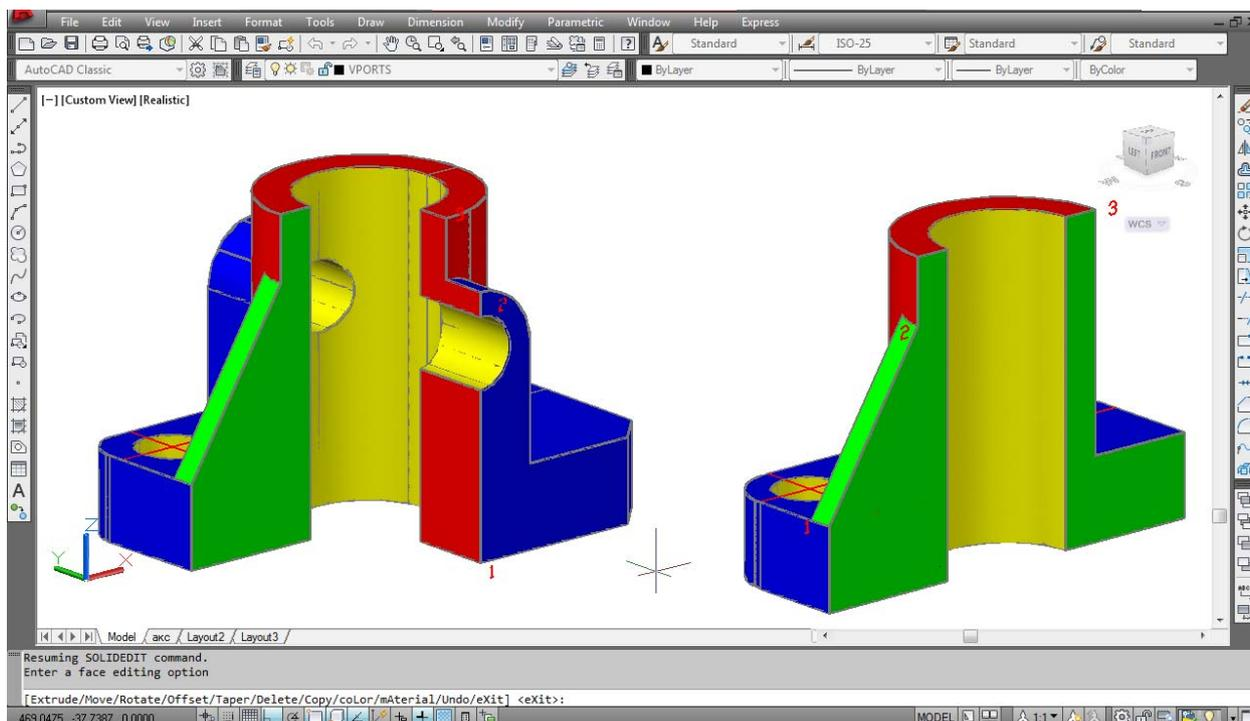

Рис. 7.9. Фронтальный разрез и четвертной комбинированный вырез на моделях геометрических тел
4. **Четвертной комбинированный вырез.** Для выполнения выреза на комбинированном теле модели из лабораторной № 6 необходимо команду Slice (Разрез) повторить дважды: фронтальный разрез аналогично разобранному пункту 6, профильный разрез выполняется по цилиндрическому фланцу модели с цилиндрическим отверстием (вспомогательные точки 1, 2, 3 указаны на модели № 6). Обязательным условием выполнения этого четвертного выреза является положительный ответ на запрос последней опции при выполнении обоих разрезов: keep Both sides – оставляет обе части разрезанного тела (рис. 7.9).